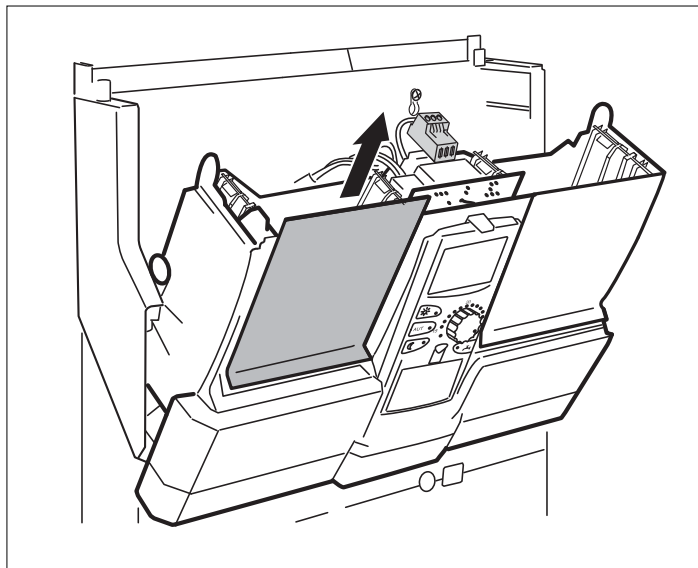

Рис. 5 Демонтаж заглушки
- Удалите заглушку с разъема 1 (Рис. 5) в системе управления.